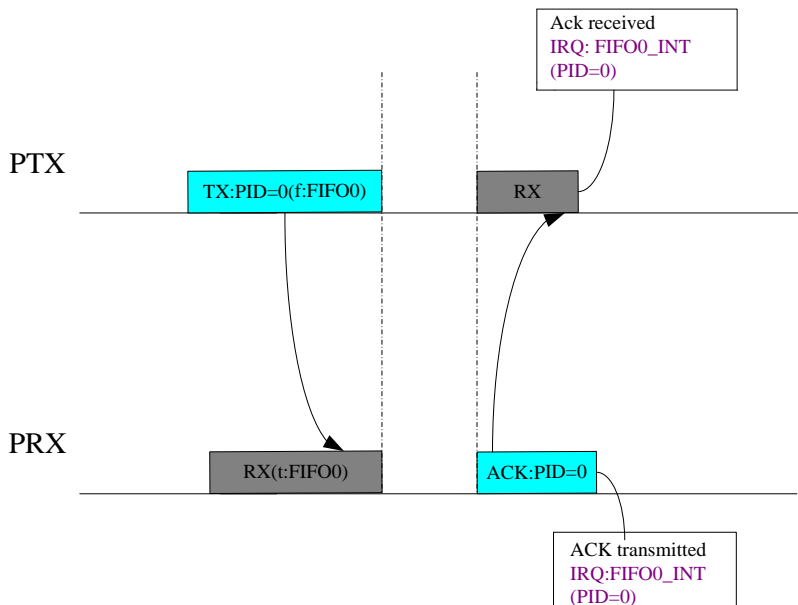

图 10-7 ACK 使能正常通讯中断示意图
- ◆ 当 PTX 与 PRX 同时使能当前通信 PIPE 的 ACK 功能后（Pn\_EN = ‘1’并且 Pn\_ACKEN = ‘1’）。PRX 在正确接收一帧数据后由 RX 模式自动切换为 TX 模式发送 ACK 帧，并在完成 ACK 帧发送后置起 FIFO0\_INT（0x11）中断标志位（详见图 10-7）。PTX 在一帧数据发送完成后由 TX 模式自动切换为 RX 模式等待接收 ACK 帧，并在成功接收到 ACK 帧后置起 FIFO0\_INT 中断标志位（详见图 10-7）。
ACK 使能情况下( $Pn\_ACKEN=1$ ), PTX 在成功接收 ACK 后, 中断标志位  $FIFO0\_INT$  将置'1'。若 PRX 成功接收数据包(PHR 与 PSDU 正确), 在回复 ACK 后中断标志位  $FIFO0\_INT$  将置'1', 如图 10-7 所示。